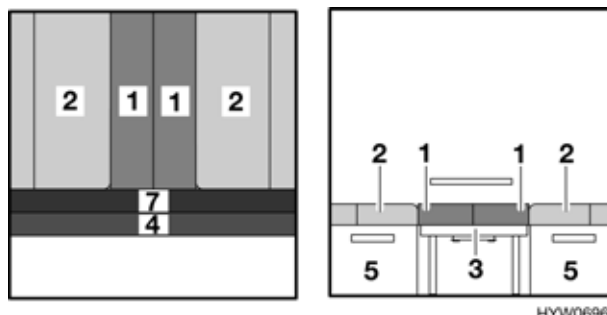

Fig. 83 Dopo la trasformazione
- Posizionare i due cuscini dello schienale (Fig. 83,1) al centro.
- Appoggiare i cuscini aggiuntivi (Fig. 83,4 e 7) sulla prolunga del cassone letto.